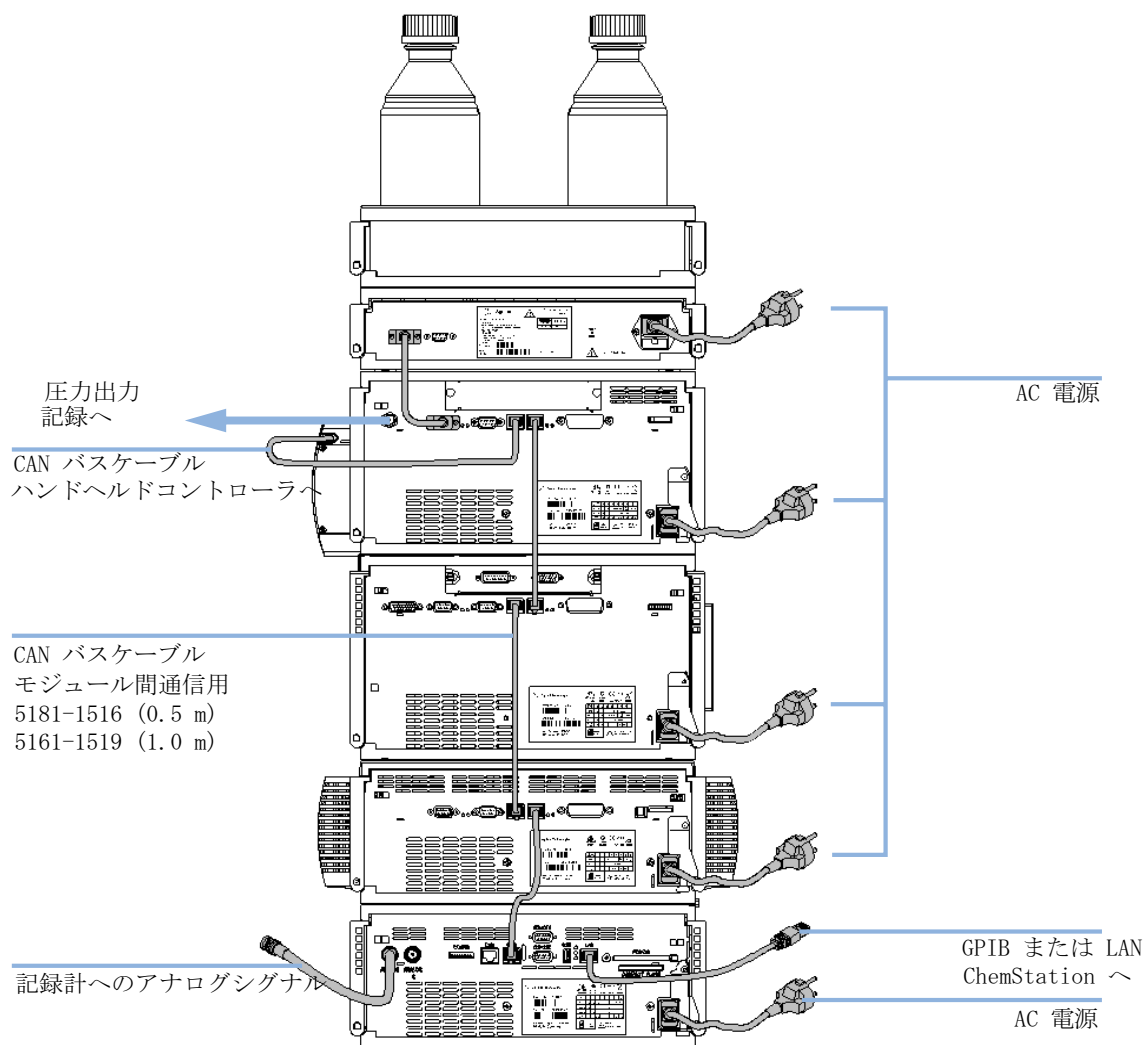

図 6 推奨スタック構成 (背面図)
- 4 CAN ケーブルを隣のモジュールの CAN コネクタに接続します (30 ページ 図 6 を参照)。
- 4 APG ケーブルをポンプの APG リモートコネクタに接続します (30 ページ 図 6 を参照)。